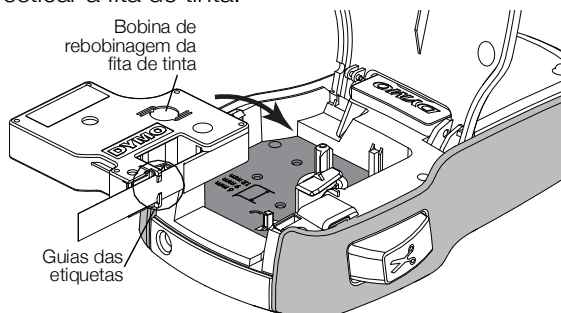

Figura 4
- 2 Certifique-se que a etiqueta e a fita de tinta estão esticadas junto à abertura da cassette e que a etiqueta passa entre os guias das etiquetas. Ver Figura 4.